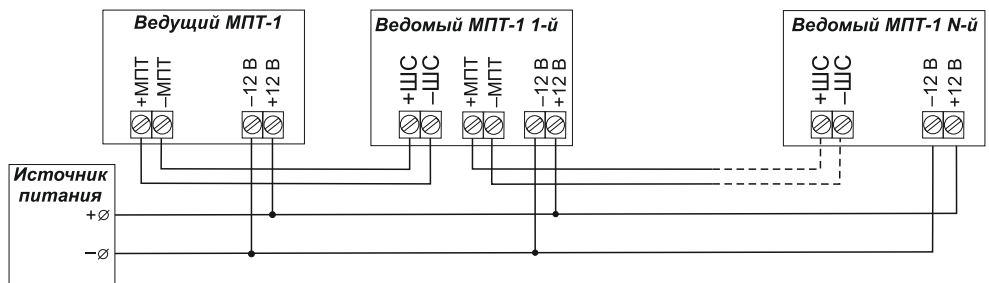

Рисунок 4
- **±МПП** – используется для подключения ведомых модулей, при этом ведомый модуль подключается к клеммам **±ШС** ведущего модуля (Рисунок 4). Ведущий и ведомые модули должны иметь общий провод питания 12 В. Расстояние между модулями – не более 50 м. Ведущий модуль включает ведомые модули после того, как получит команду от приемно-контрольного прибора, ИПР или двух безадресных ИП.